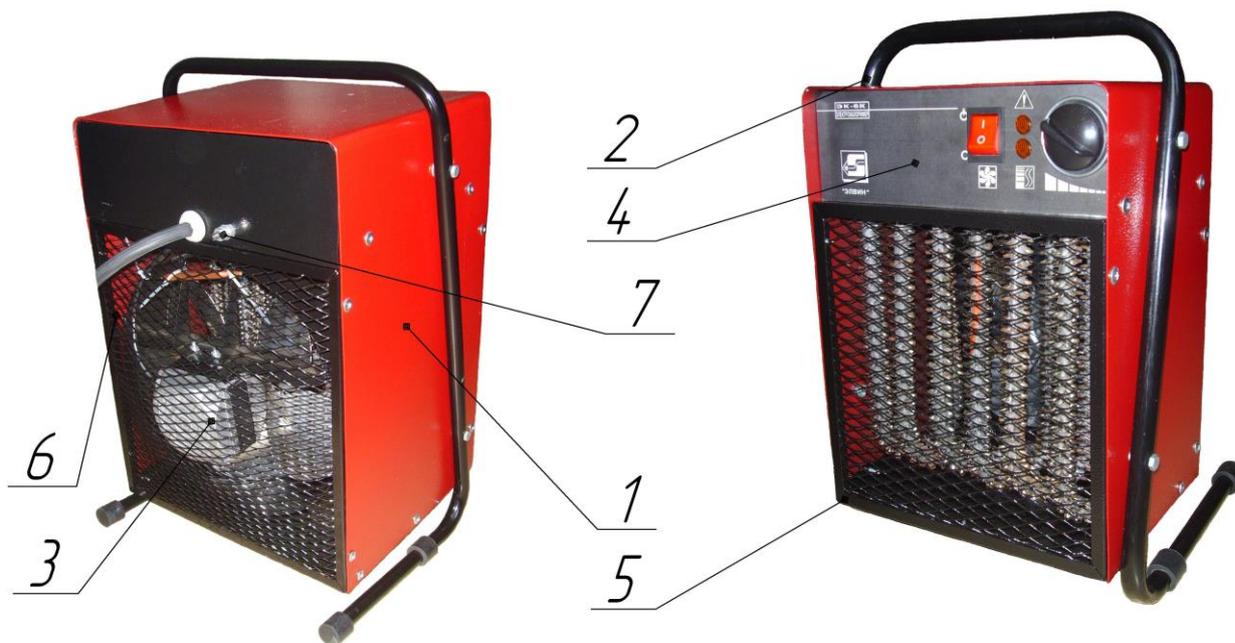

Рис.1. Тепловентилятор
- 5.1. Несущая конструкция тепловентилятора (см.рис.1) состоит из корпуса (1) и ручки – ножки (2). Двигатель с вентилятором (3) расположен в задней части тепловентилятора. Блок управления смонтирован на основании, расположенном в корпусе. Органы управления вынесены на панель управления (4). Внутри корпуса расположены оребрѐнные трубчатые электронагревательные элементы, закрытые с лицевой стороны тепловентилятора рамкой с сеткой. На задней панели находится вывод шнура питания и болт заземления (7). Воздушный поток, втянутый вентилятором в корпус, проходя между петлями трубчатых электронагревательных элементов, нагревается и подаѐтся в помещение через рамку с сеткой.
- 5.3. Электрическая схема тепловентилятора приведена на рис.1 Приложения.
В целях безопасности тепловентилятор должен быть заземлен гибким проводником сечением не менее 1,5мм², надёжно закрепленным гайкой между плоскими шайбами на болте заземления (7) (см. рис.1).